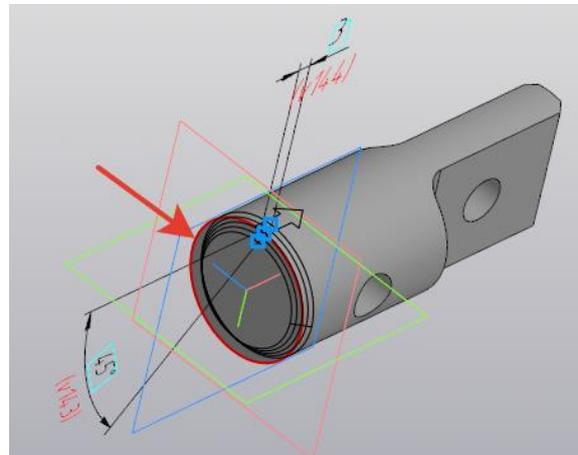

Рисунок 143.
15. Переверните деталь и выберите наружную кромку цилиндра. Выполните фаску *Длина* - 3 и *Угол* - 45° (рисунок 143).